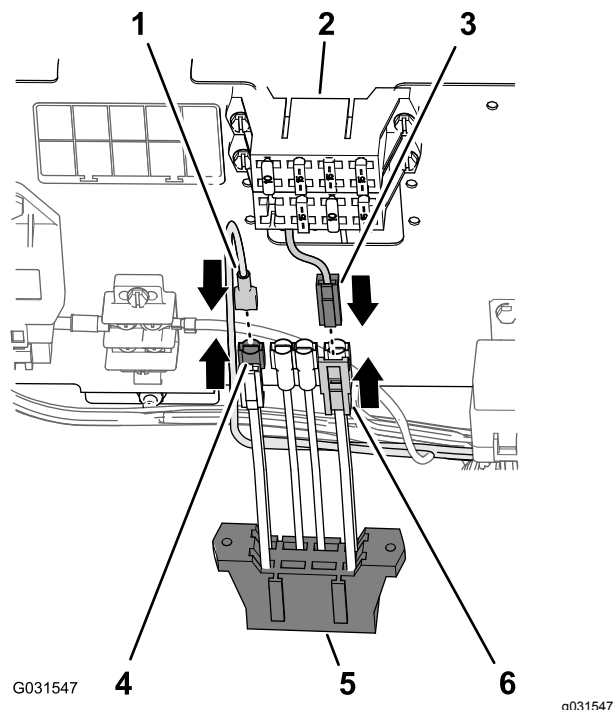

Figura 204
1. Collegate il connettore a lamelle del cablaggio preassemblato per il kit di finitura al connettore a presa del portafusibili ausiliario (Figura 204).
2. Collegate il connettore a 2 pin dei fili di alimentazione ausiliari del portafusibili della macchina al connettore a 2 prese dei fili di alimentazione del portafusibili ausiliario (Figura 204).